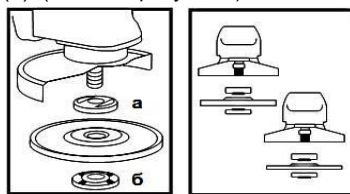

Рисунок 2
4.4 Встановіть на виріб абразивний диск. Для цього натисніть на кнопку фіксації шпинделя (1) і проверніть диск до такого положення, при якому він зафіксується. За допомогою вилочного ключа з комплекту виробу відверніть і зніміть затискну гайку (б) (дивіться рисунок 2).
Встановіть шліфувальний диск на посадкове місце фланцевої шайби (а) (рисунок 2), наживіть рукою затискну гайку на шпиндель і затягніть її ключем з комплекту виробу. Відпустіть кнопку фіксації шпинделя і переконайтеся в тому, що кнопка звільнена, через дво- або триразове натискання. Проверніть диск і впевніться, що шпиндель розблокований. При встановленні диска з утопленим центром завжди розміщуйте його випуклою стороною до фланцевої шайби.